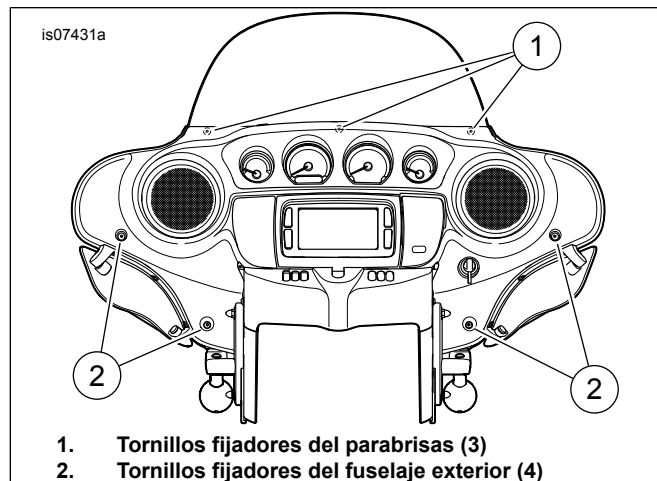
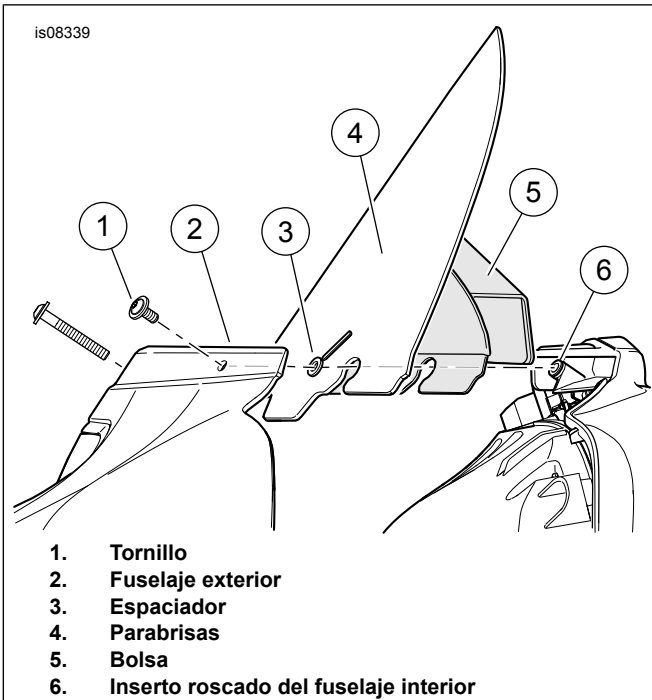

Figura 1. Tornillos del fuselaje/parabrisas
Figura 2. Ubicación del espaciador
1. Vea Figura 1. Quite tres tornillos (1) que fijan el parabrisas a la parte superior del fuselaje exterior.
6. Vea Figura 2. Tome tres espaciadores (3) del kit (el cuarto espaciador se proporciona como uno extra).
- b. Inserte el tornillo (1) a través del fuselaje exterior (2), el espaciador (3), el parabrisas (4) y la bolsa del fuselaje (5). Enrosque el tornillo dentro del inserto roscado del fuselaje interior (6), pero no lo ajuste totalmente.
8. Vea Figura 1. Ajuste los tres tornillos del parabrisas (1) a 2,8–3,4 N·m (25–30 in-lbs).